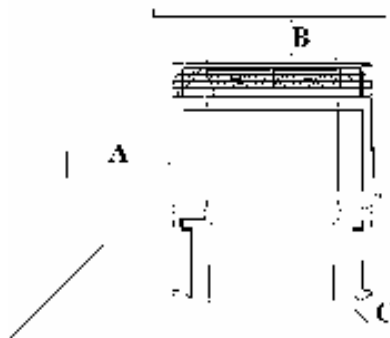

Figura 7
- 4.35. Instalar el encastrable según la figura 7, teniendo especial cuidado en colocar una tapa metálica, tubo flexible de acero inoxidable de salida de gases.